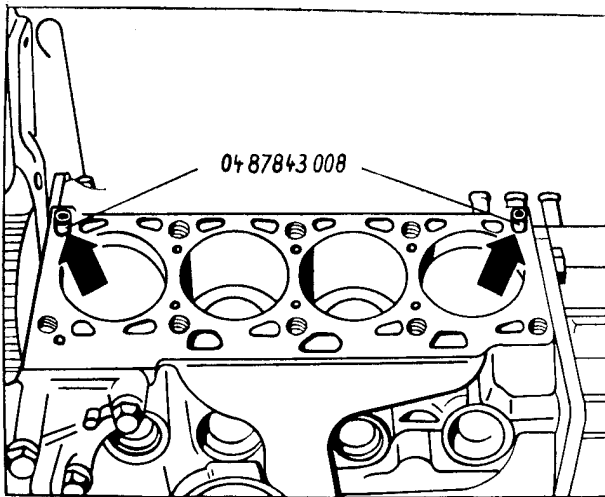

Bild M 23. Führungsbolzen
? Zum Zentrieren den Führungsbolzen für den Zylinderkopf 04 87843 008 in die Bohrungen für die Zylinderschrauben (8) und (10) einschrauben (siehe die Pfeile im Bild M 23).